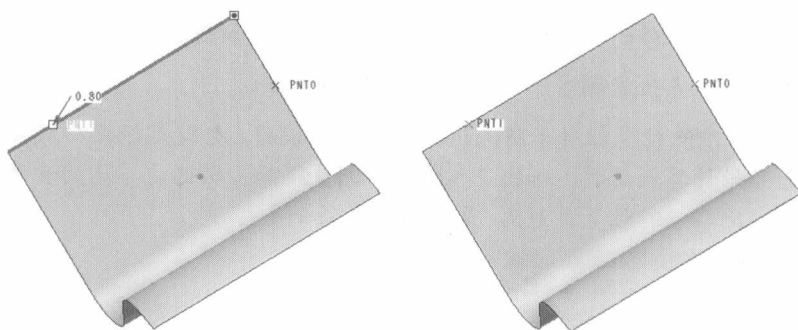

图 2-9 预览创建完成的基准点
Step3: 单击对话框中的 **确定** 按钮即可完成基准点创建, 如果还需要创建其他点可以直接单击对话框中的 **新点** 按钮, 在同一条边界或者其他边界上单击即可, 如输入“0.8”, 单击鼠标中键确定, 预览创建完成的两处基准点, 如图 2-9 所示。